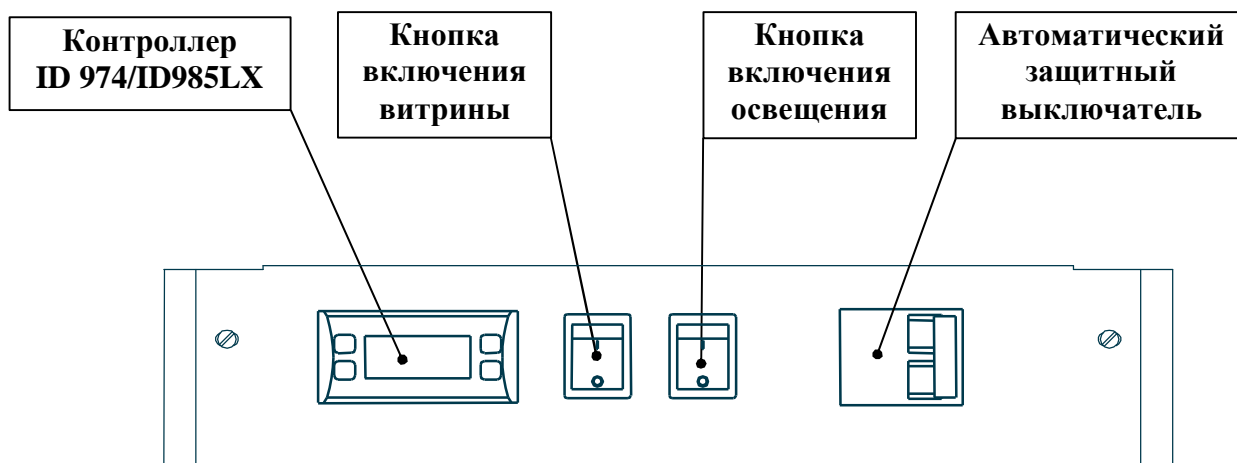

Рис. 2. Блок управления витрины «HEMIGA CUBE» -B
- Электрическая система включает в себя блок управления, панель вентиляторов испарителя и систему освещения. В блоке управления (см. рис. 2) находятся: выключатели питания и освещения, электронный регулятор (контроллер), защитный автоматический выключатель и элементы силового электрооборудования.